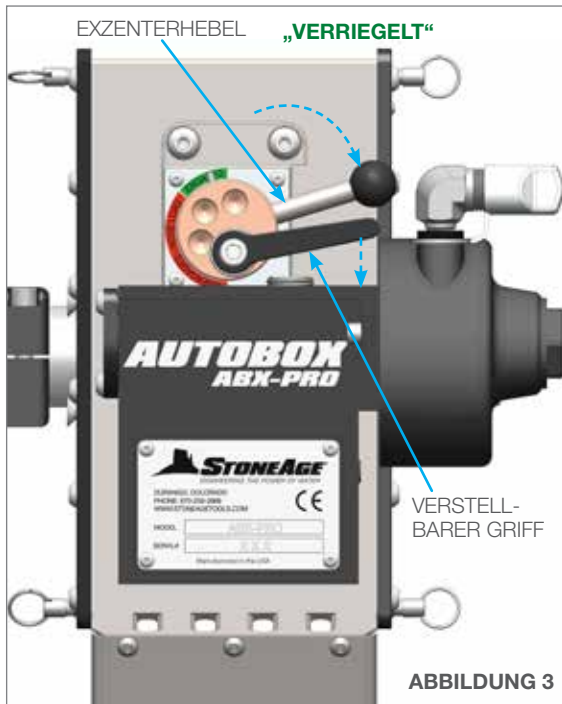

ABBILDUNG 3
3. Lösen Sie die Schrauben an beiden Fangplattenblöcken. Schieben Sie den BOP 030-Fangplattenblock auf das Führungsrohr am ABX-PRO und ziehen Sie die beiden Schrauben fest, bis er sachgemäß befestigt ist. Schieben Sie das BOP 081-6-Schlauchführungsrohr auf den BOP 030-Fangplattenblock. Schieben Sie das Schlauchführungsrohr so lange vor, bis es nicht weiter vorzuschieben ist, und ziehen Sie dann die beiden Schrauben fest, damit es fest sitzt. **(Abbildung 3).**
3. Lösen Sie die Schrauben an beiden Fangplattenblöcken. Schieben Sie den BOP 030-Fangplattenblock auf das Führungsrohr am ABX-PRO und ziehen Sie die beiden Schrauben fest, bis er sachgemäß befestigt ist. Schieben Sie das BOP 081-6-Schlauchführungsrohr auf den BOP 030-Fangplattenblock. Schieben Sie das Schlauchführungsrohr so lange vor, bis es nicht weiter vorzuschieben ist, und ziehen Sie dann die beiden Schrauben fest, damit es fest sitzt. **(Abbildung 3)**.
- Setzen Sie die BOP 058-Positionierungsbaugruppe mit Innengewinde in die Schraubklemmenbaugruppe ein. Schließen Sie anschließend die Schraubklemmenbaugruppe und ziehen Sie den verstellbaren Griff fest. Die Höhe der Positionierungsbaugruppe mit Innengewinde kann in geöffneter oder geschlossener Position verstellt werden. Sie ist so konzipiert, dass sie je nach Größe des Rohrs verstellt werden kann. **(Abbildung 3).**
3. Drehen Sie den Exzenterhebel gegen den Uhrzeigersinn in die Position „**Verriegelt**“, um die Tragrolle fest nach unten auf den Schlauch zu drücken. Der Schlauch sollte einen langsamen Schlupf aufweisen. Sofern der Schlupf zu gering oder zu groß ist, müssen Sie den Exzenterhebel so lange drehen, bis ein langsamer Schlupf gewährleistet ist. Sobald der richtige Schlupf vorhanden ist, drücken Sie den verstellbaren Griff nach unten, um die Buchsenbaugruppe festzuziehen. (**Abbildung 3**).
3. Durch Lösen des Exzenterhebels entsteht ein Spalt zwischen den Zahnradbaugruppen. **(Abbildung 3).**